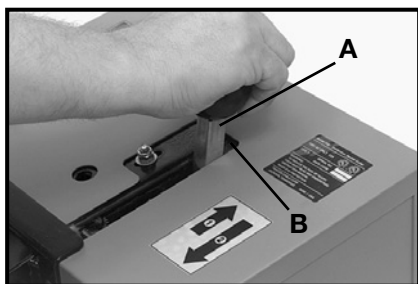

Fig. 21
5. Agarre la perilla negra y empuje la palanca de maniobra (A) Fig. 21, hacia adelante (en la dirección de la flecha No. 1) hasta que toque el tope delantero. (B) Fig. 21.